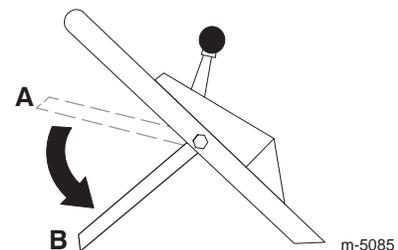

Figure 17
10. Relâchez la barre de commande (voir position **B** à la Figure 17). Vous devez entendre un bruit sourd et la lame doit s'arrêter dans les trois secondes.
2. Sélectionnez la position la plus basse de la barre de commande (position **B** à la Fig. 17).